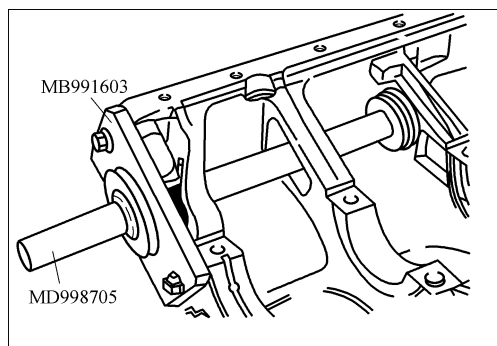

图 2-94 安装专用工具 (导板)
① 如图 2-94 所示, 将专用工具 (导板) 安装在气缸体上。